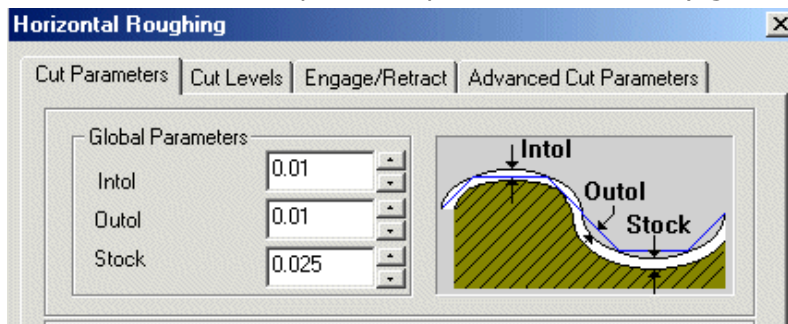

Figura 11. Stabilirea abaterilor extreme admisibile și a adaosului de prelucrare
4. În fereastra aferentă operației, se atribuie valori parametrilor ce definesc traiectoria sculei. În fișa etichetată **Cut Parameters**, se pot stabili parametrii **Intol**, **Outol**, și **Stock**, la eticheta **Global Parameters** situată în partea superioară a ferestrei (figura 11.).